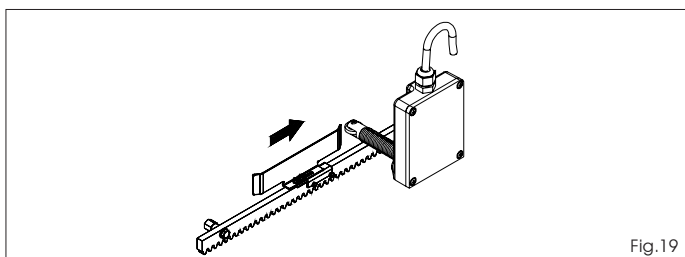

Fig.19
- 5) Haga deslizar la lámina sobre la cremallera en el sentido de apertura (Fig. 19). Apenas el led del fin de carrera de apertura presente en el equipo electrónico se apague, haga avanzar la lámina unos 20÷30 mm y fíjela provisionalmente sobre la cremallera con los tornillos en dotación.
- 6) Repita las operaciones de los puntos 4 y 5 para el fin de carrera de cierre, Fig. 19.